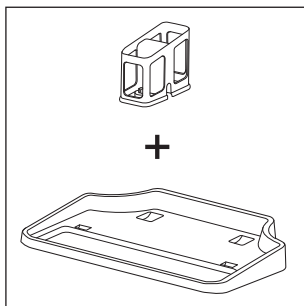
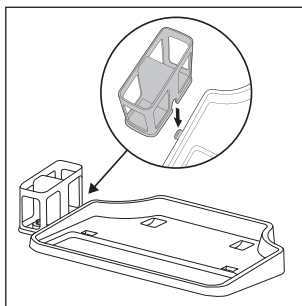

Fig. 4
Fig. 5
- ◆ Stația de parcare și curățare constă dintr-o tavă de depozitare **4** și un suport pentru rola perie **5** (a se vedea fig. 4). Pentru a monta stația de parcare și curățare, împingeți suportul pentru rola perie **5** lateral, în orificiul tăvii de depozitare **4**. Împingeți în jos suportul pentru rola perie **5** până când se cuplează cu un clic în orificiu și este bine așezat pe tava de depozitare **4** (a se vedea fig. 5).